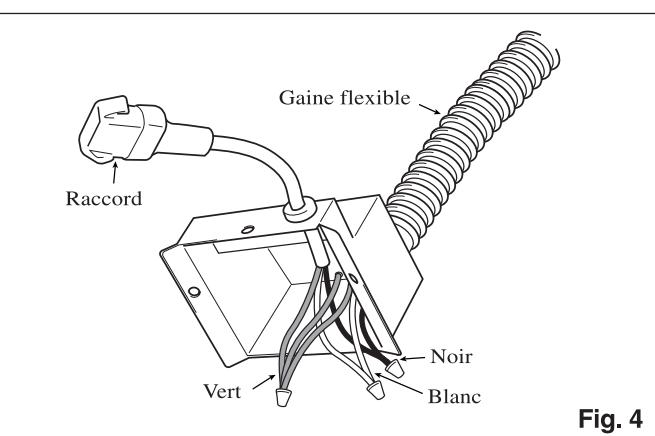

Fig. 4
(voir Fig. 4): noir à noir, blanc à blanc et vert à vert.
10. Se reporter au schéma de branchement ci-dessus. Raccorder à l'aide de dominos les fils électriques du secteur à ceux de l'aérateur. (voir Fig. 4 en page 5): noir à noir, blanc à blanc et vert à vert.